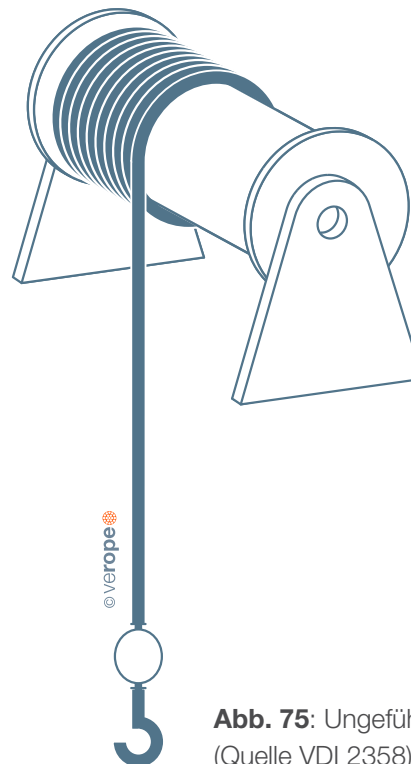

Abb. 75: Ungeführte Lasten
- die zu hebende Last ungeführt ist (**Abb. 75**) und/oder